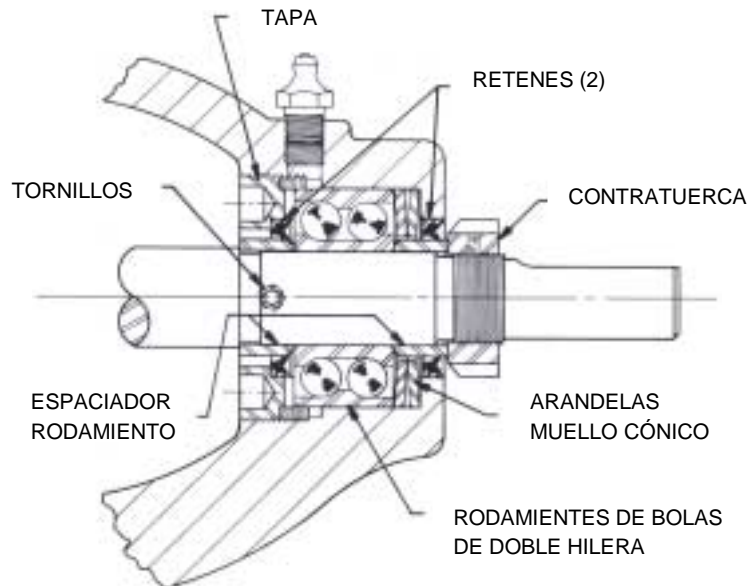

FIGURA 7
8. Para retirar las piezas de rodamiento de empuje, Figura 7, en primer lugar afloje los tornillos que bloquean la tapa. Luego retire la tapa para poder sacar el rodamiento de bolas y las arandelas de muelle cónicas. Debe lavar y examinar los rodamiento detenidamente Si hay prueba de desgaste o daño, debe utilizar un cojinete nuevo.
Cuando vaya a instalar cierres nuevos, asegúrese que queden ensamblados con la cara de los labios, tal y como se indica en la Figura 7.